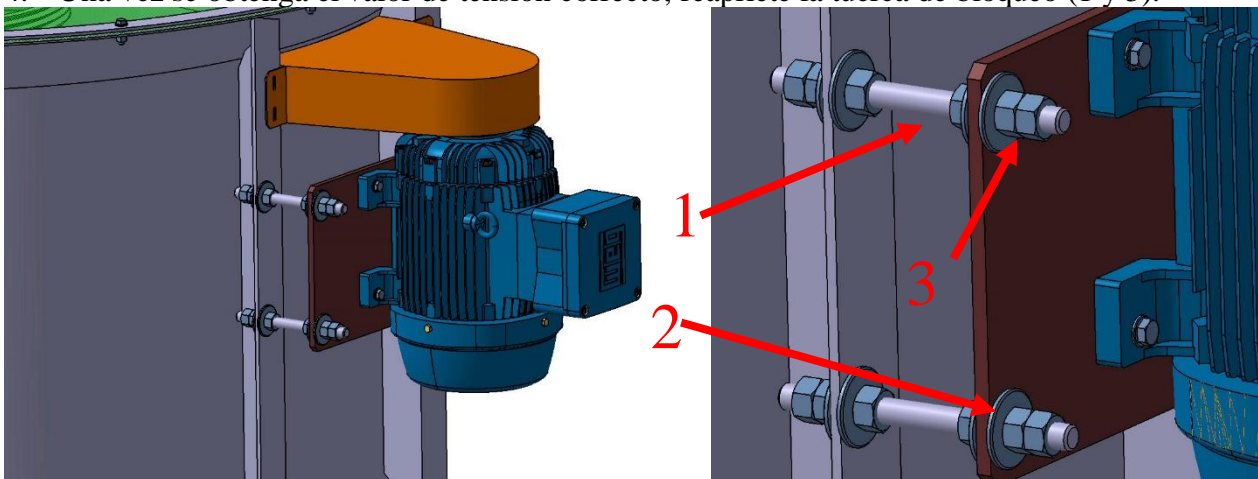

Figura 5-2: Tensado para ventilador modelos “GFF-01”, “GFF-04”, “TFF-09” y “TFF-12”
1. Afloje las tuercas de bloqueo (1 y 3, Figura 5-2) en los cuatro extremos de la placa de motor.
2. Apriete las tuercas (2) para acercar los dos paquetes de polea o alejarlos, a fin de reducir o aumentar la tensión de la correa.